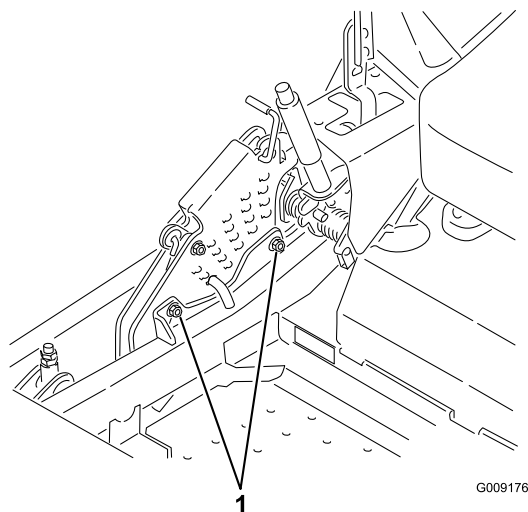

Figure 86
12. Pour régler le système monopoint, desserrez les deux boulons au bas de la plaque de hauteur de coupe (voir la Figure 86).
14. Serrez les deux boulons au bas de la plaque de hauteur de coupe (Figure 86). Serrez à un couple de 37 à 45 Nm.